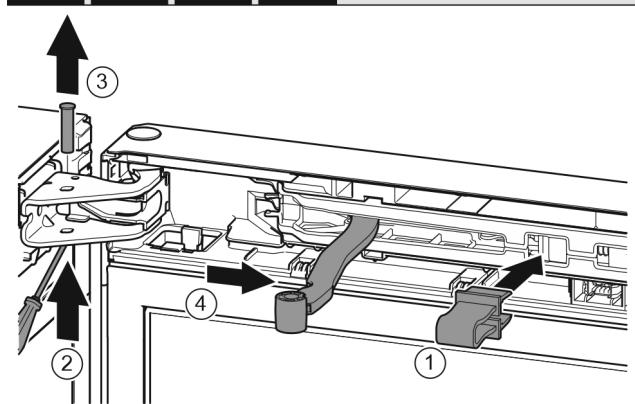

Fig. 8
- Zakvačite osigurač u otvor. Fig. 8 (1)
- Odvijačem gurnite van svornjake. Fig. 8 (2)
- Skinite svornjake prema gore. Fig. 8 (3)
- Okrenite zglob u smjeru vrata. Fig. 8 (4)